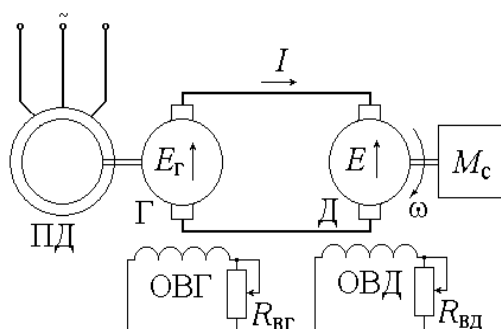

Рисунок 1 – Электропривод по системе генератор-двигатель
**Задача 5.** Определить ЭДС генератора, питающего цепь якоря двигателя по схеме генератор – двигатель (Г-Д) (рис.1), для получения требуемой скорости двигателя при заданной нагрузке.